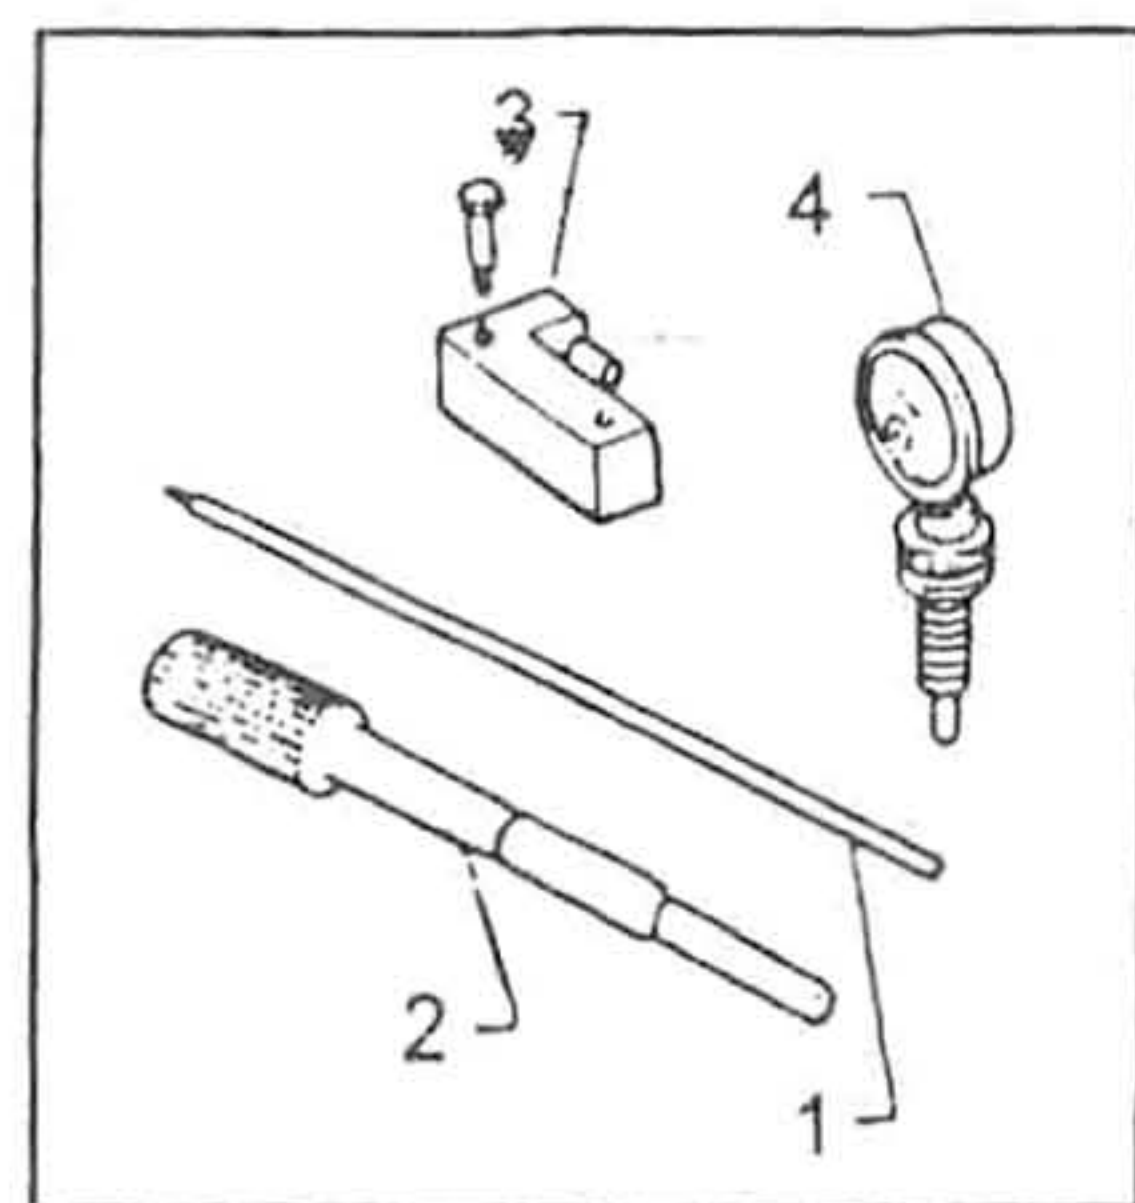

Рис. 307. 1. Переходник. 2. Измерительный стержень. 3. Ограничитель. 4. Индикатор.
При необходимости отрегулируйте величину хода установкой регулировочной прокладки требуемой толщины. В ремонтном комплекте поставляются регулировочные прокладки с толщинами в диапазоне 1,05-1,85 мм с интервалами по толщине 0,20 мм. При сборке необходимо обеспечить установочное расстояние между торцом втулки регулятора и пружинным рычажком запуска в рычаге управления регулятором (расстояние "В" на рисунке 306). Для проверки используется комплект приспособлений (рис. 307): ограничитель (4) для установки фиксированного положения рычага управления, переходник (1), используемый вместо